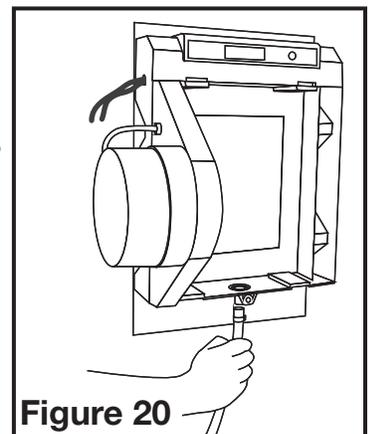

Figure 20
5. VOUS DEVEZ AVOIR UN TUBE DE VIDANGE VENANT DE CET APPAREIL. Sélectionnez un emplacement convenable pour faire passer le tube de vidange de 1/2 po et 15 pi, fourni. Avant de raccorder la tubulure au raccordement de vidange en bas de l'appareil, enfiler les colliers de serrage de boyau de 1/2 po (fournis) sur la tubulure (Figure 20). Poussez la tubulure au-dessus du raccordement et fixez-le tout en place avec les colliers de serrage de boyaux.